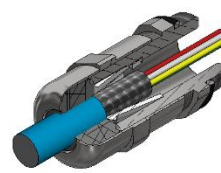

fig.3
- Serrer complètement le chapeau du PE (fig.3)